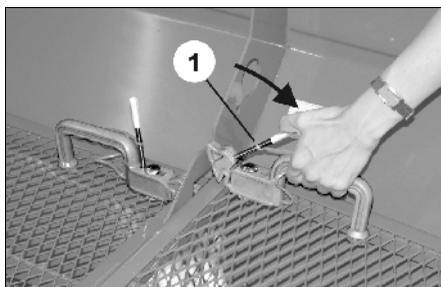

Fig. 17
- (Fig. 17/1) odjišťovací poloze k otočení ochranného síta směrem nahoru
2. Uchopte madlo a otočte odjišťovací nástroj k madlu (Fig. 17).